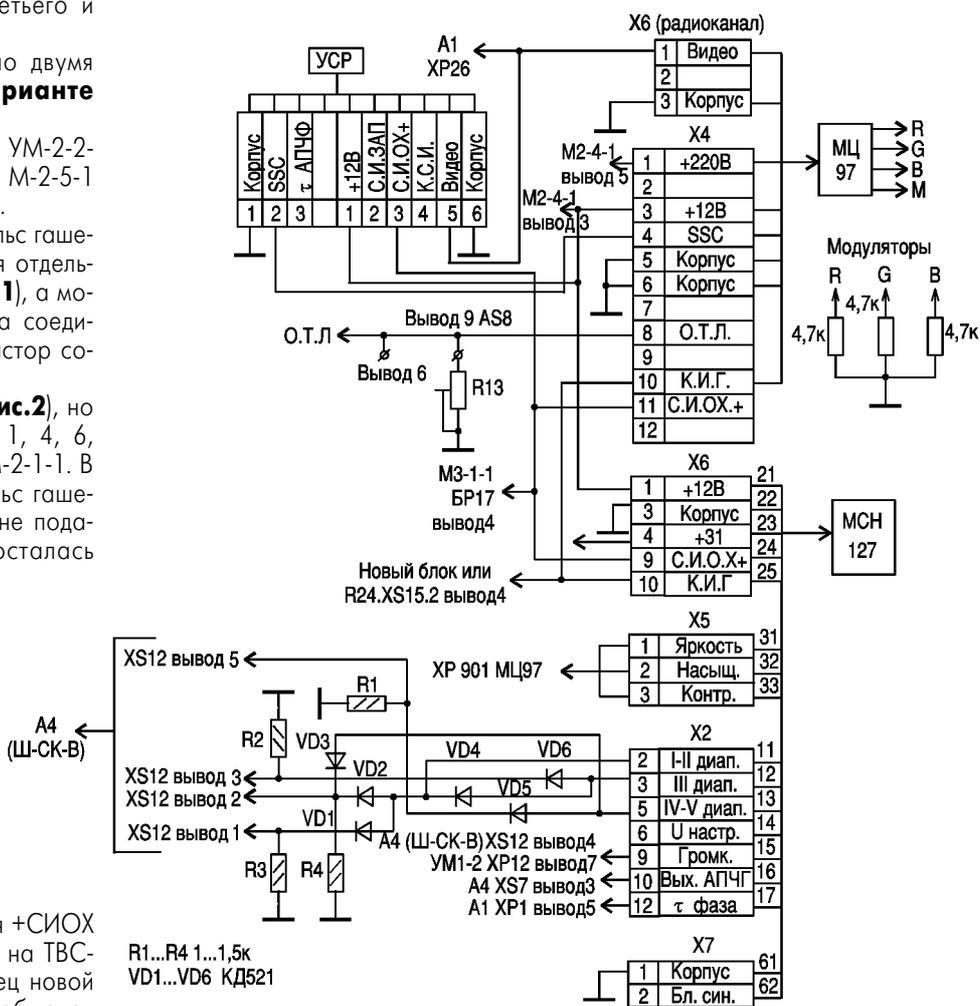

рис. 3
6. Изготовить кросс-плату или же соединить необходимые выводы "новых" блоков с соответствующими выводами TV (рис.3).